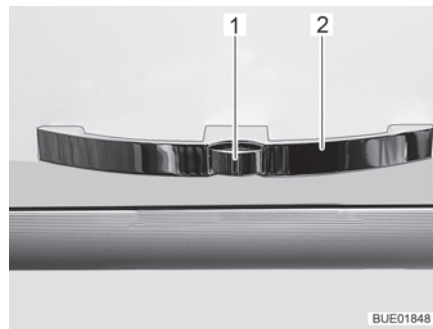

Fig. 48 Porte de placard avec poignée (exemple)
- Appuyer sur le bouton de déverrouillage (Fig. 48,1) de la poignée (Fig. 48,2) et le maintenir enfoncé.